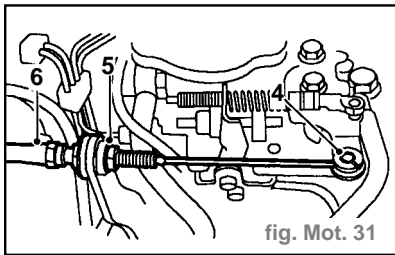

fig. Mot. 31
- Dégager le câble d'accélérateur (4) du levier d'accélérateur (fig. Mot. 31).
- Desserrer l'écrou (5) maintenant le câble d'accélérateur sur le support de butée.
- Dégager le câble d'accélérateur (6) du support de butée et le mettre sur le côté.